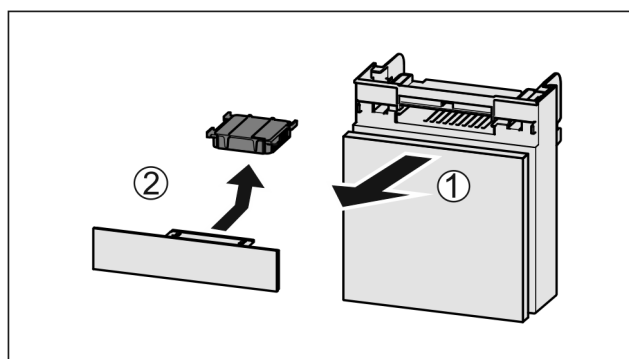

Fig. 88
- ▶ Extraire le compartiment par l'avant Fig. 88 (1).
- ▶ Sortir le filtre à charbon actif Fig. 88 (2).